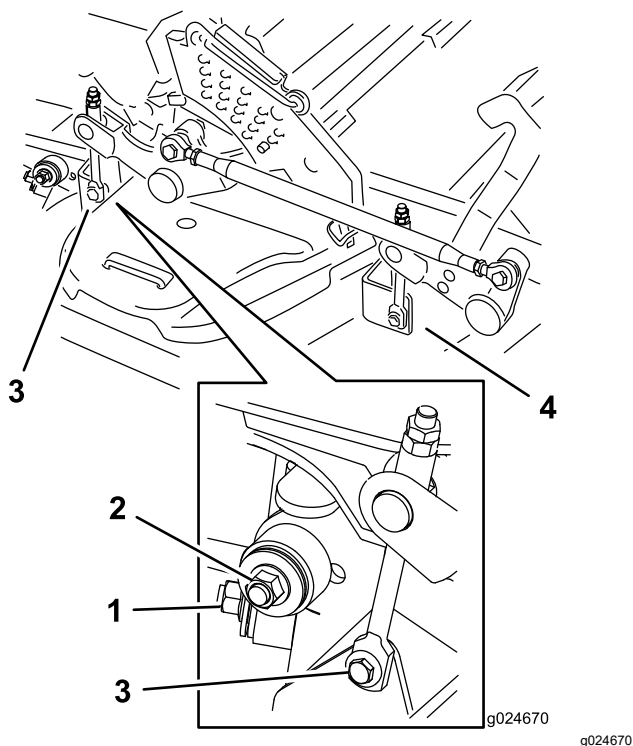

Figura 120
7. Rimuovete e conservate la bulloneria su ambo i lati del piatto di taglio come mostrato in (Figura 120).